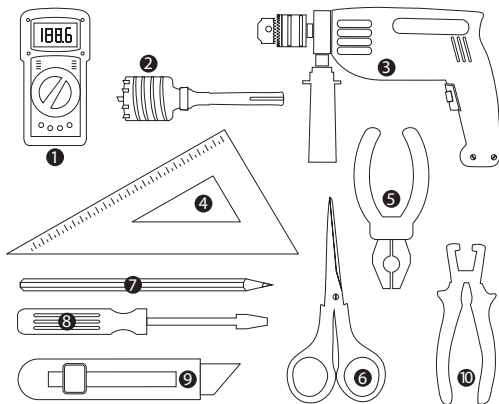

Рисунок 7. Рекомендуемый набор инструментов.
**Шаг 5. Подготовьте необходимый инструмент для монтажа (смотри рисунок 7). В случае, если Вы не являетесь квалифицированным электриком, поручите монтаж пленочного теплого пола специалисту или просто обратитесь за услугой в сервисную службу компании «Завод ССТ ТП».**